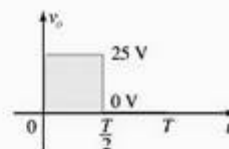

Figura 2.83 Esboço da forma de onda de v_o para o Exemplo 2.21.
Para $v_i = 20$ V ($0 \rightarrow T/2$) o resultado é o circuito da Figura 2.81. O diodo está no estado de curto-circuito, e $v_o = 20$ V + 5 V = 25 V. Para $v_i = -10$ V, o resultado é o circuito da Figura 2.82, colocando-se o diodo no estado 'desligado' e $v_o = i_R R = (0)R = 0$ V. A tensão de saída resultante é mostrada na Figura 2.83.